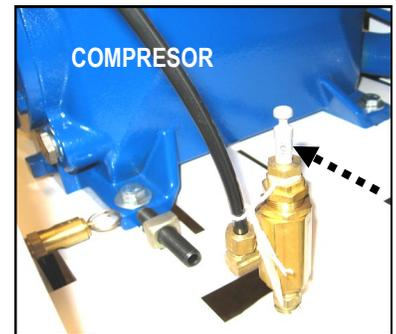

Fig. 4 Compresor Válvula piloto
6. Cierre la válvula de drenaje y compruebe que la válvula de mando del compresor está en la posición ABAJO. (Ver Fig. 4)